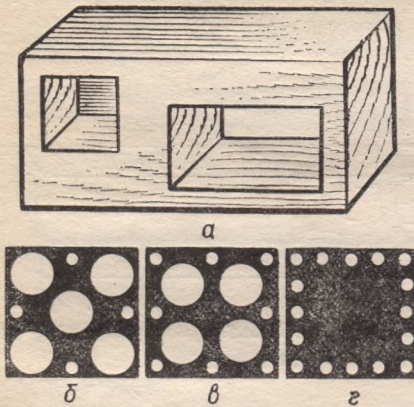

Рис. 46. Изготовление глухого (сквозного) отверстия квадратной формы:
Последовательность выполнения отверстий квадратной формы (рис. 46, а):
2. Просверлить отверстия по контуру (для получения сквозного отверстия) или по всей площади (для несквозного), используя ограничитель или муфту для выдержки заданной глубины (рис. 46, б, в, г).